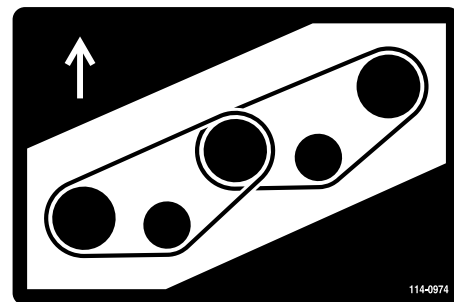
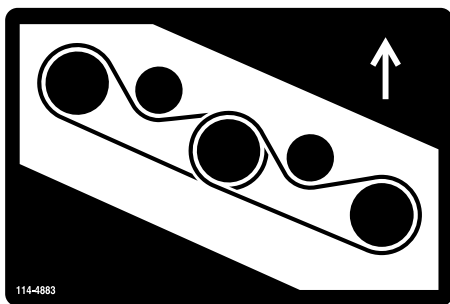

Bild 80
Bild 81
- Verlegen Sie den neuen Riemen um die Spindelscheiben und die Spannscheiben, siehe Bild 80 und Bild 81.